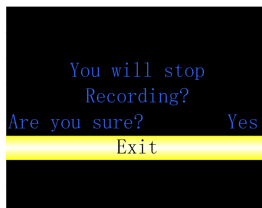

Figura 5.8 Interfaccia di arresto della registrazione
- 3) Quando "Registrazione" è su "ON", selezionare per accedere al menu di arresto della registrazione come mostrato in Figura 5.8. La notifica con la dicitura: "Si desidera arrestare la registrazione? Si è sicuri di voler procedere?" comparirà sull'interfaccia; selezionare "Esci" dopo aver impostato su "Sì" per uscire dall'interfaccia di arresto della registrazione, per entrare nell'interfaccia di misurazione; selezionare "Esci" dopo aver impostato su "No" per accedere all'interfaccia che continuerà a registrare.